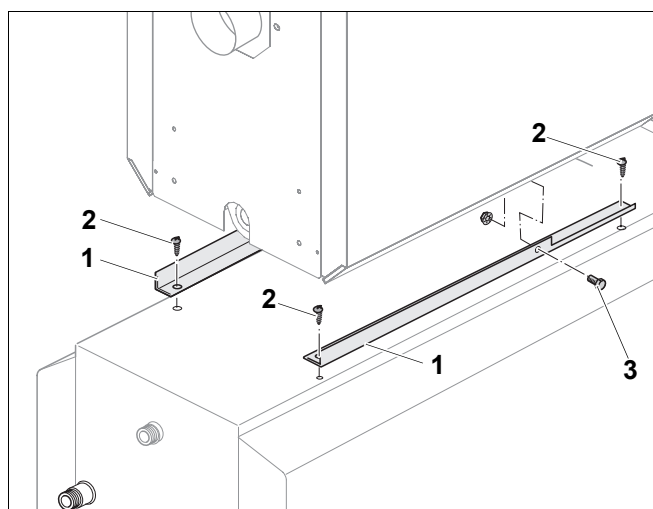

Рис. 3 Монтаж на крепежных уголках
\* изображено на рис. 3, стр. 5
- Прикрепить уголки (рис. 3, **поз. 1**) справа и слева винтами (рис. 3, **поз. 2**) к баку-водонагревателю так, чтобы вырез на уголке располагался спереди (рис. 3).
- Вставить болт M8 x 25 (рис. 3, **поз. 3**) через боковое отверстие в уголке и продольное отверстие в опоре котла. На внутренней стороне накрутить по одной зубчатой гайке.